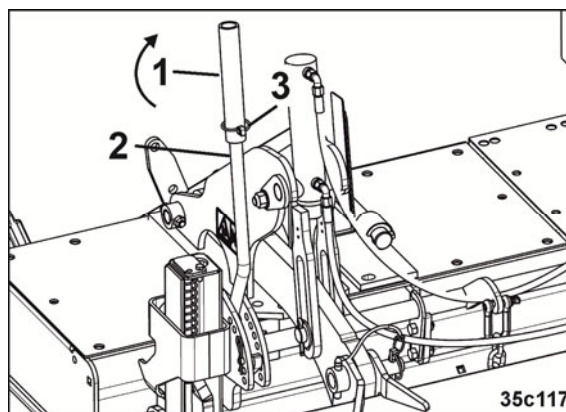

Fig. 90
1. Das Verlängerungsrohr (Fig. 90/1) umgedreht auf den Hebel (Fig. 90/2) aufstecken und mit dem Klappstecker (Fig. 90/3) sichern.
2. Den Planierbalken (Fig. 90/6) auf die gewünschte Höhe heben.
3. Den Planierbalken mit dem Bolzen (Fig. 90/5) abstecken und den Bolzen mit dem Federstecker sichern.